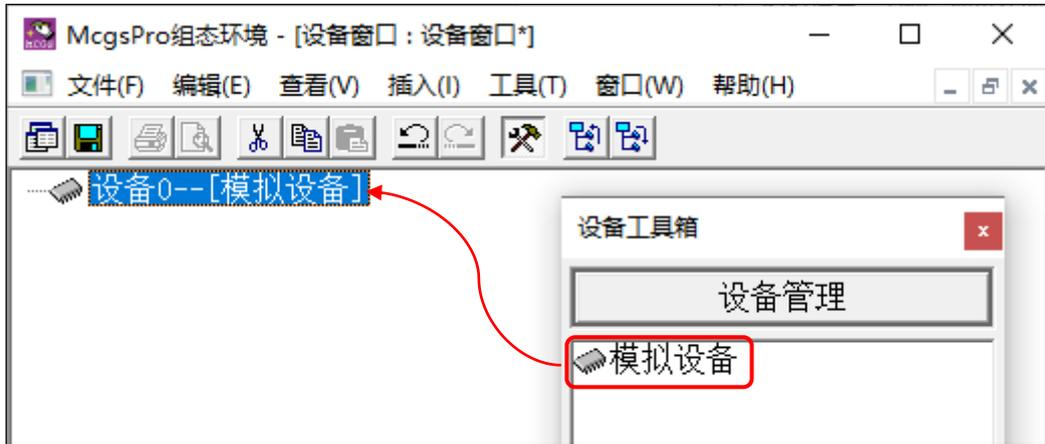
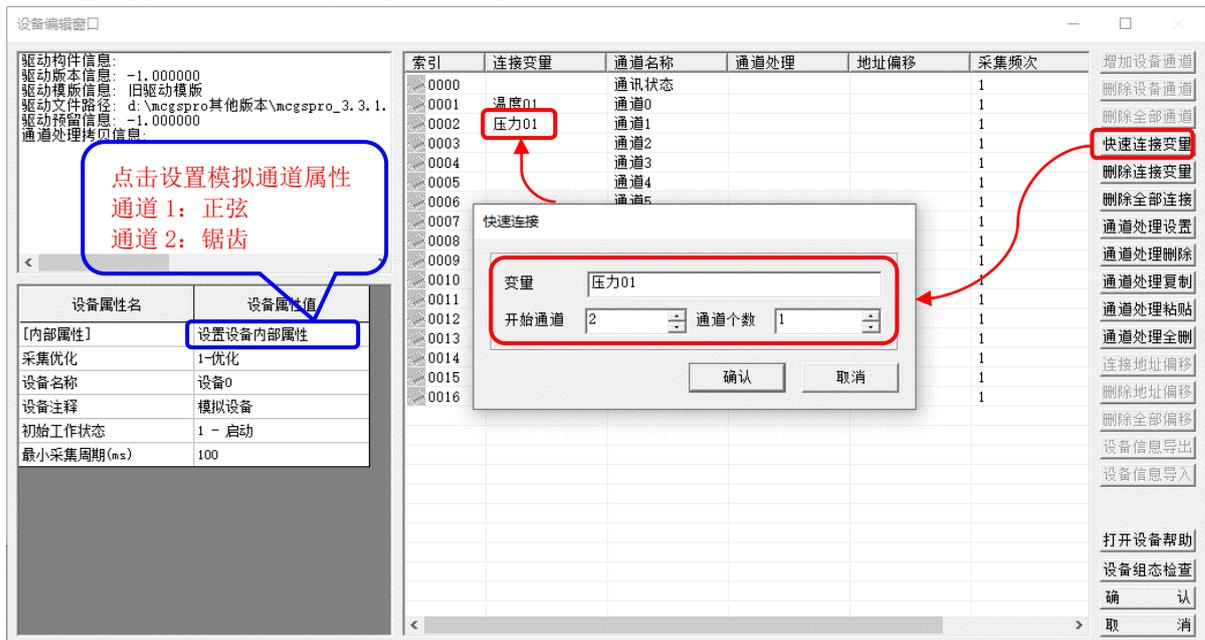

图 5.2-2 添加模拟设备
图 5.2-3 连接变量
- ② 通道连接变量：双击图 5.2-2 中“设备 0--[模拟设备]”，进入图 5.2-3 所示的设备编辑窗口，点击“快速连接变量”，数据对象为“温度 01”，开始通道“1”，通道个数“1”，设置完成，点击“确认”；按照同样的操作，在通道 2 关联变量“压力 01”。